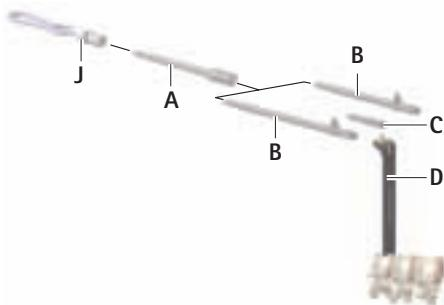

Fig. 2
- ▶ Quando é necessário prolongar o acoplamento, inserir uma peça de união com engate rápido A no respectivo acoplamento, ver Fig. 2.